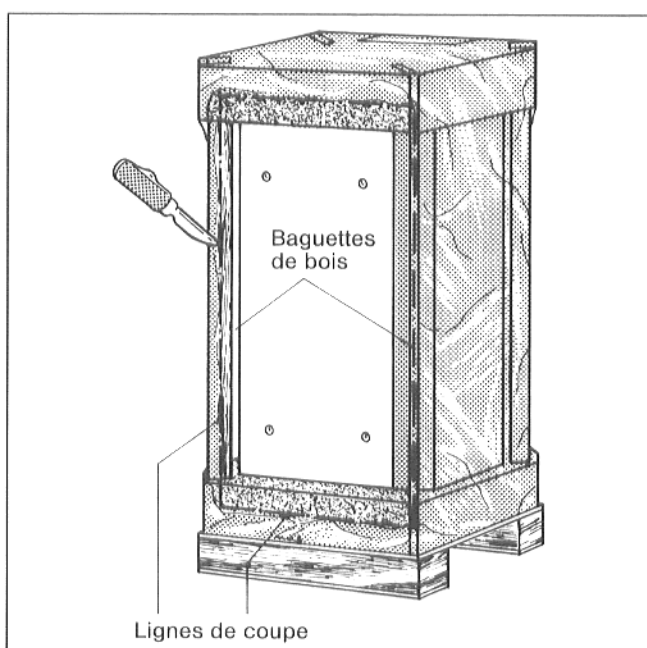

Fig. 16
- Découper le film d'emballage du côté opposé à celui comportant l'adhésif "fixation chaudière-préparateur" conformément à la fig. 16 et n'enlever **que la partie découpée**.